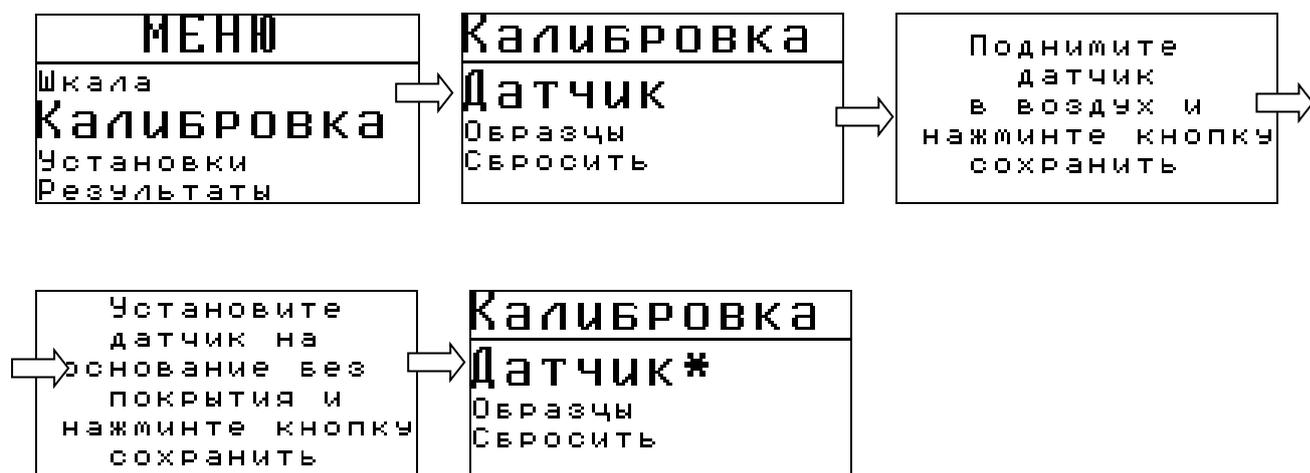

Рис.2-6 Последовательность действий при калибровке нуля на чистом основании
**Шаг 2.** Выберите кнопками  пункт любую из показанных на экране точек и нажмите кнопку  (рис.2-6).